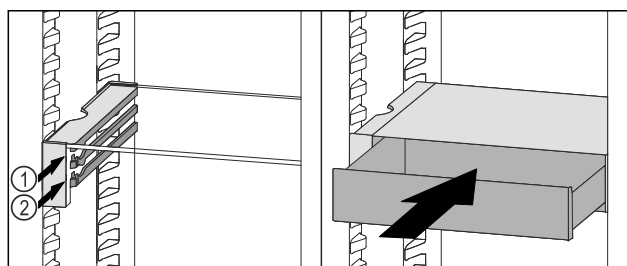

Fig. 102
- A VarioSafe-fiókot az ütközők mögött helyezze a kívánt bordára a Fig. 102 (1) vagy Fig. 102 (2) szerint.